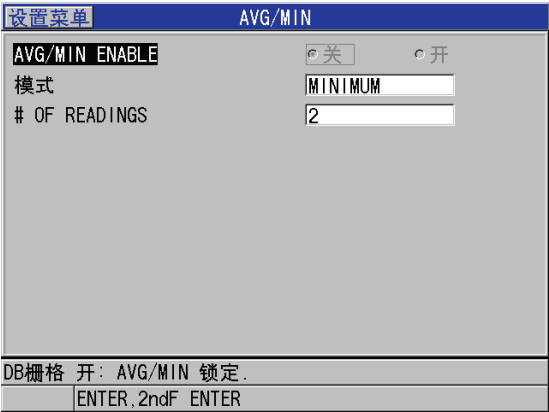

图 10-16 打开平均值 / 最小值测量对话框
3. 在 **AVG/MIN** （平均值 / 最小值）屏幕中 （参见第 132 页的图 10-16 ）：